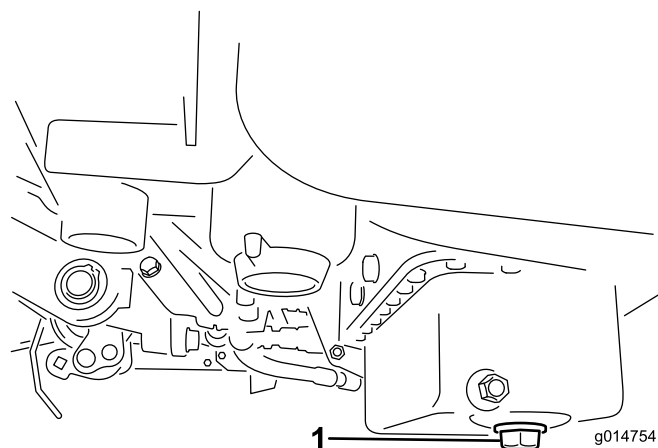

図 43
1. ドレン・プラグを外してオイルを容器に受ける。オイルが抜けたらドレン・プラグを取り付ける (図 43)。